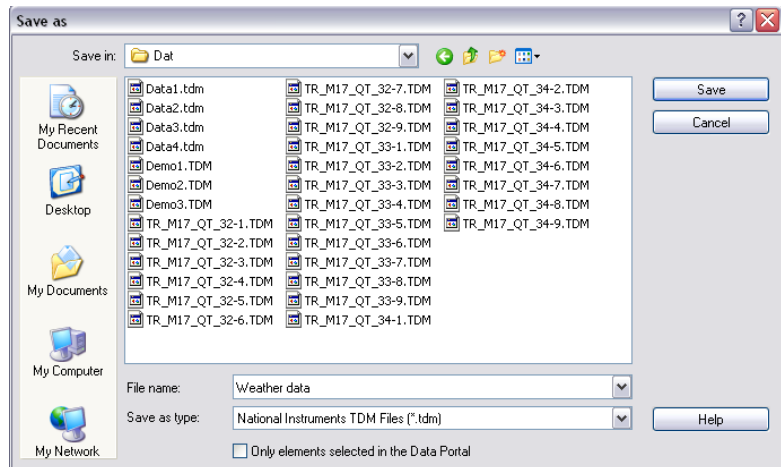

図 2-5 DIAdem NAVIGATOR でデータを保存する
5. **Save as** ダイアログボックスで、図 2-5 で示すように Weather data と入力します。